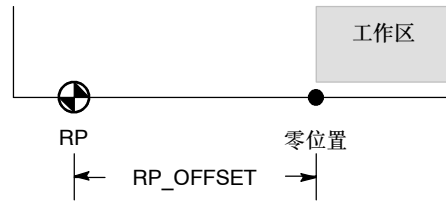

图9-15 RP与零位置的关系
- 位控向导提供高级参考点选项，可以指定一个RP偏移量（RP\_OFFSET），这个偏移量是指从RP到零位置的距离，参见图9-15。